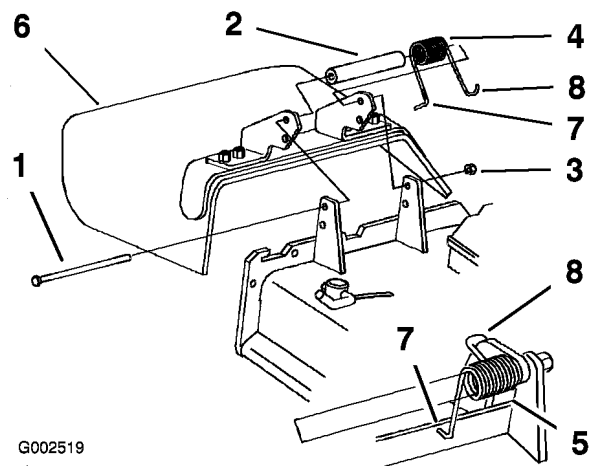

Bild 76
1. Entfernen Sie die Sicherungsmutter, Schraube, Feder und das Distanzstück, mit denen das Ablenkblech an den Drehhalterungen befestigt ist (Bild 76).
Hinweis: Stellen Sie sicher, dass sich das L-Ende der Feder hinter der Mähwerkseite befindet, bevor Sie die Schraube einführen, siehe Bild 76.
5. Führen Sie das J-förmige Hakenende der Feder um das Ablenkblech (Bild 76).